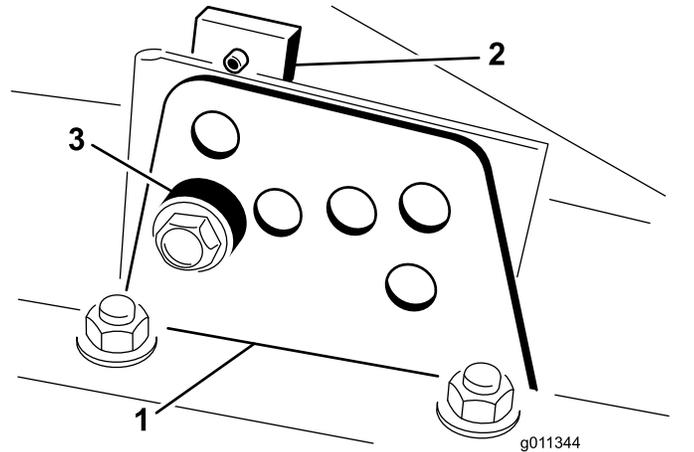

Bild 7
2. Lockern Sie die Schraube, mit denen die Schnitthöhenhalterungen an der Schnitthöhenplatte (vorne und an beiden Seiten) befestigt sind (Bild 7).
4. Entfernen Sie das Distanzstück, während Sie gleichzeitig die Kammer abstützen (Bild 7).